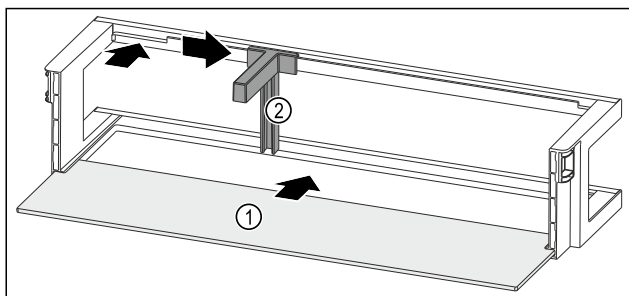

Fig. 53 Półka w drzwiach z półką
- ▶ Wsunąć półkę Fig. 53 (1) w boczne wycięcia.
- ▶ Włożyć uchwyt butelek Fig. 53 (2) do zagłębienia.
- ▶ Przesunąć uchwyt butelek Fig. 53 (2) na wybraną pozycję na bok.